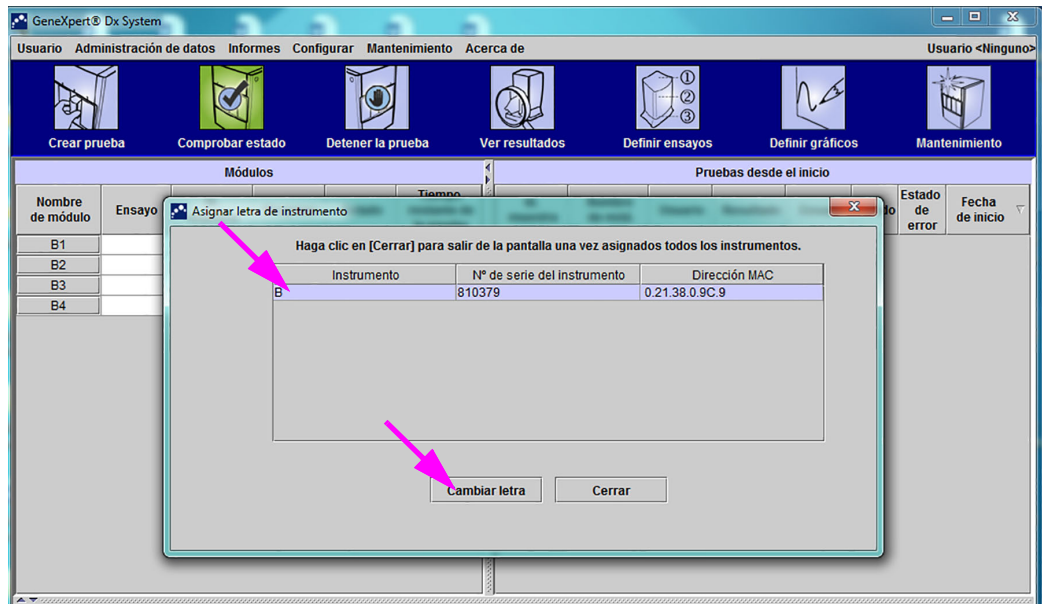

Figura 2-57. Ventana GeneXpert Dx System con el cuadro superpuesto Asignar letra de instrumento
- Para cambiar la letra de asignación, haga clic para seleccionar el instrumento y, a continuación, haga clic en **Cambiar letra** en el cuadro de diálogo Asignar letra de instrumento (consulte la figura 2-57).